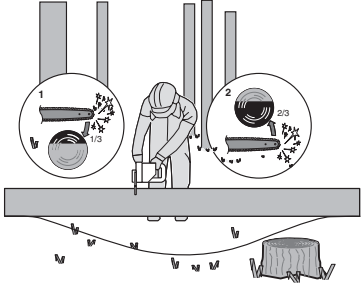

Abbildung 5
Wenn der Baumstamm gemäß Abbildung 5 an beiden Enden abgestützt ist, sägen Sie ein Drittel des Stammdurchmessers von oben ein (Vorhandschnitt) (1). Führen Sie anschließend den endgültigen Schnitt (2) durch, indem Sie die unteren zwei Drittel des Stammes von unten sägen, um auf den ersten Schnitt zu treffen.